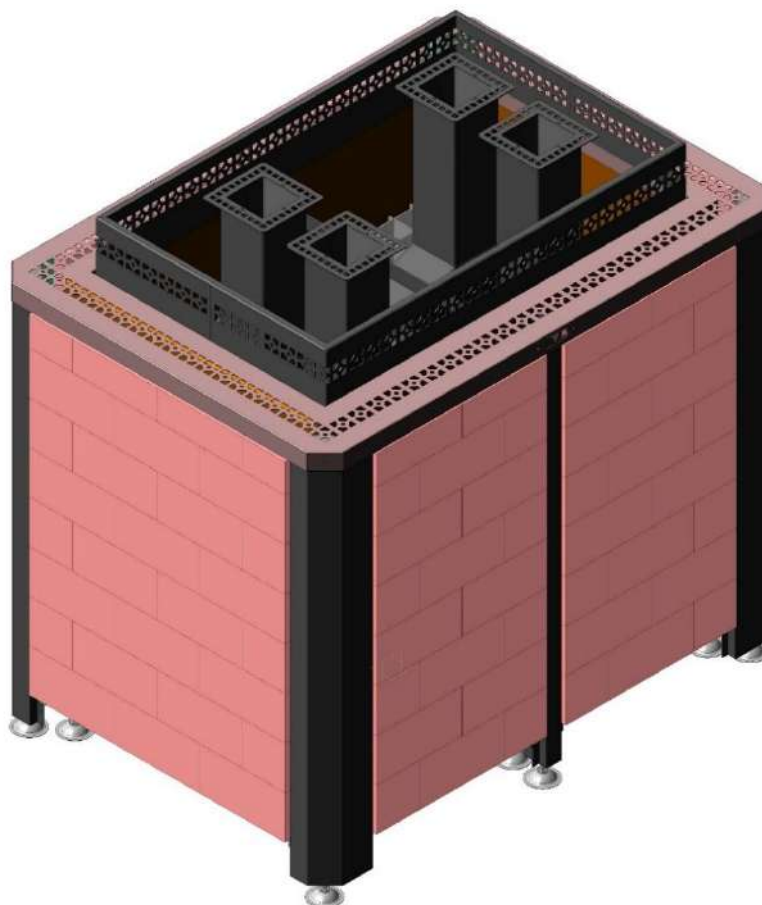

Рис. 9 Сборка ЭНУ Премьера Профи «Гималайская соль»
8. Поочередно снимая верхние уголки-перемычки, установить элементы соляной облицовки (соляные блоки). Соляные блоки укладываются начиная с нижнего ряда. Для фиксации элементов облицовки по периметру блоков прорезаны пазы. Уложить нижний ряд блоков на уголки-перемычки таким образом, чтобы уголки-перемычки, центральные и боковые ножки попали в пазы в нижней и боковых частях блоков. В пазы в верхней части блоков вставить фиксирующую планку (поставляется в комплекте). Уложить следующий ряд блоков на планку в порядке, описанном выше. При установке следует чередовать большие и маленькие блоки в шахматном порядке (рис. 9). После сборки верхнего ряда облицовки затянуть нижние уголки-перемычки и зафиксировать облицовку верхними уголками-перемычками. Размеры соляных блоков для центральных и боковых частей облицовки отличаются друг от друга, поэтому важно использовать только предназначенные для этой части облицовки блоки. Назначение блоков указано на упаковочной таре соляных блоков.